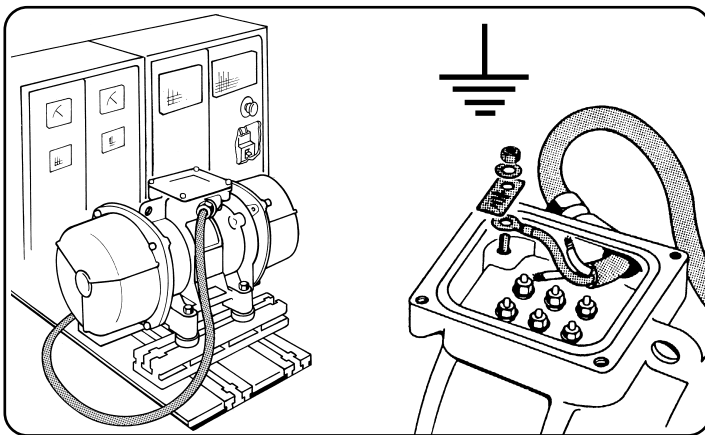

Fig. 3
- Nell'installazione assicurarsi che il cavo dell'alimentazione sia di tipo molto flessibile ed assicurarsi che la messa a terra sia collegata (Fig. 3).
- When installing the equipment, check that the power cable is of a very flexible type and ensure that the machine has been correctly grounded (Fig. 3).
- Lors de l'installation s'assurer que le câble de l'alimentation est de type flexible et que la mise à la terre est raccordée (Fig. 3).
Erdungsleitung angeschlossen ist (Abb. 3).
- Al instalar el motovibrador verificar que el cable de alimentación sea del tipo de alta flexibilidad y que sea operante la conexión a tierra (Fig. 3).